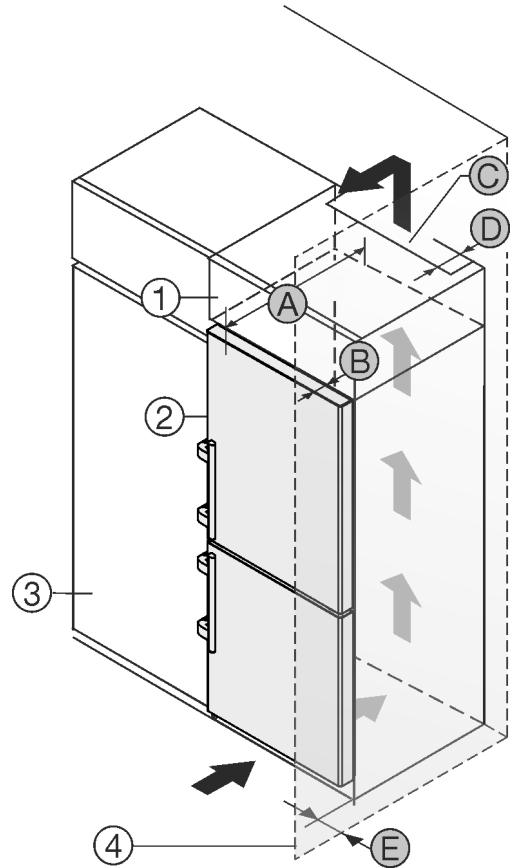

Fig. 47
Η συσκευή μπορεί να εντοιχιστεί σε ντουλάπια κουζίνας. Για να προσαρμόσετε τη συσκευή Fig. 47 (2) στο ύψος των ντουλαπιών κουζίνας, μπορείτε να τοποθετήσετε πάνω από τη συσκευή ένα επικαθήμενο ντουλάπι Fig. 47 (1).
Η συσκευή μπορεί να τοποθετηθεί ακριβώς δίπλα από το ντουλάπι κουζίνας Fig. 47 (3). Για να μπορούν να ανοίγουν εντελώς οι πόρτες, πρέπει η συσκευή να προεξέχει κατά το βάθος Fig. 47 (B) από την πρόσοψη του ντουλαπιού. Η συσκευή μπορεί να προεξέχει περισσότερο, ανάλογα με το βάθος των ντουλαπιών κουζίνας και την χρήση αποστατών τοίχου.
- Στην πίσω πλευρά του επικαθήμενου ντουλαπιού πρέπει να υπάρχει ένα κενό εξαγωγής αέρα με βάθος Fig. 47 (D) σε όλο το πλάτος του επικαθήμενου ντουλαπιού.
- Κάτω από την οροφή του δωματίου πρέπει να τηρείται η διατομή εξαερισμού Fig. 47 (C).
Εάν η συσκευή τοποθετηθεί με τους μεντεσέδες δίπλα σε τοίχο Fig. 47 (4), πρέπει να τηρείται η απόσταση Fig. 47 (E) ανάμεσα στη συσκευή και στον τοίχο. Αντιστοιχεί στην προεξοχή της χειρολαβής όταν η πόρτα είναι ανοιχτή.